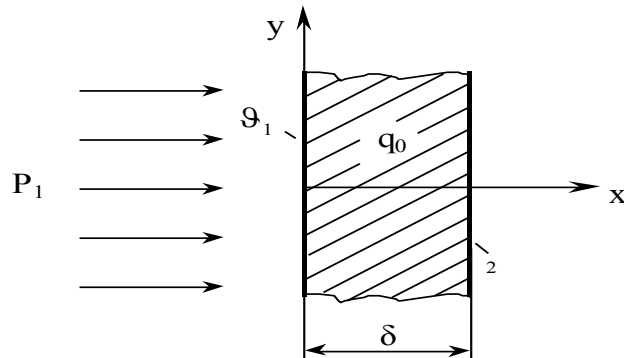

Рис. 3
1. Определить температуру плоской стенки ν_1 на границе с воздухом при заданных граничных условиях 1-го и 2-го рода (рис. 3)